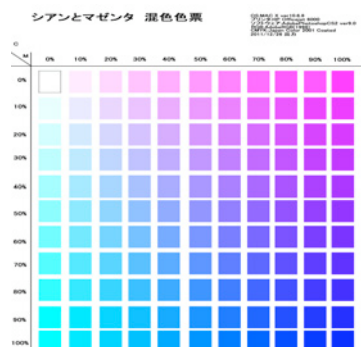

図 1.シアンとマゼンタの混色色票
1. Photoshop を使用し、図 1.シアンとマゼンタの色票のような二次色色票を制作した。Photoshop カラーパレットを用いて 0%~100%に色量を変化させた。